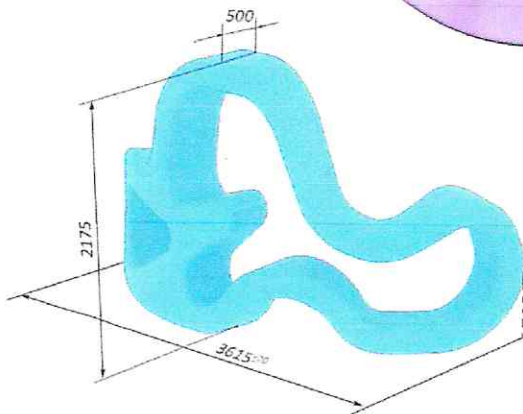

Рис. 2. Габариты изделия
- 15.8. В зоне приземления, (см. рис.2), должно быть ударопоглощающее покрытие